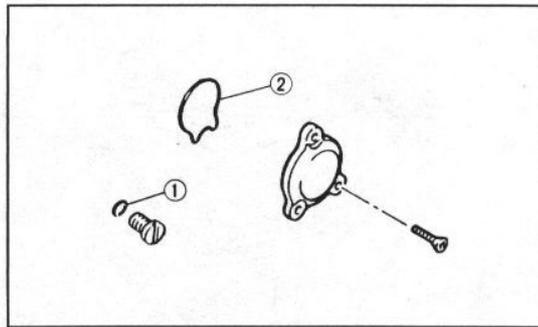

Bild 22
- Den Seitendeckel der Kurbelwelle mit einem neuen O-Ring einbauen (Bild 22).